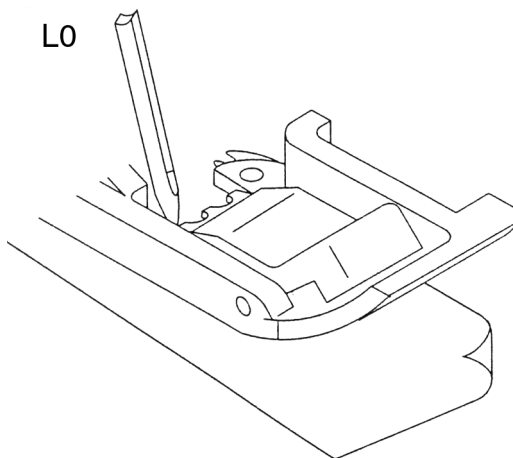

Рис. 16
- Подложите под лапку кусок бумаги (рис. 16).